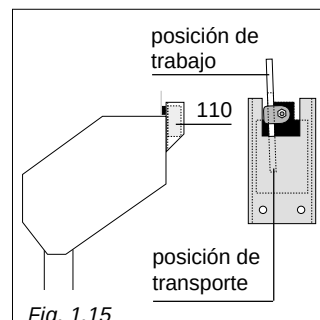

Fig. 1.15
- Montar los anticaidas BLOCSTOP BSO-500 (108) por medio de los tornillos (h).
- Montar los detectores (110) y sus soportes, como se indica en (Fig. 1.15). Algunas veces, para facilitar el transporte, los soportes se entregan montados al revés, colocarlos en posición de trabajo. Conectar los detectores a los aparatos TIRAK.